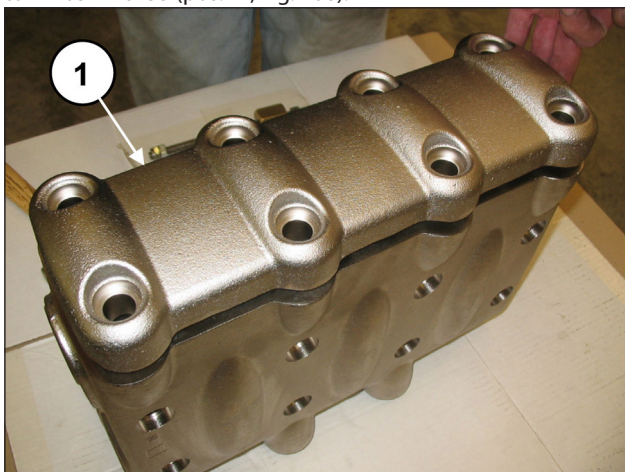
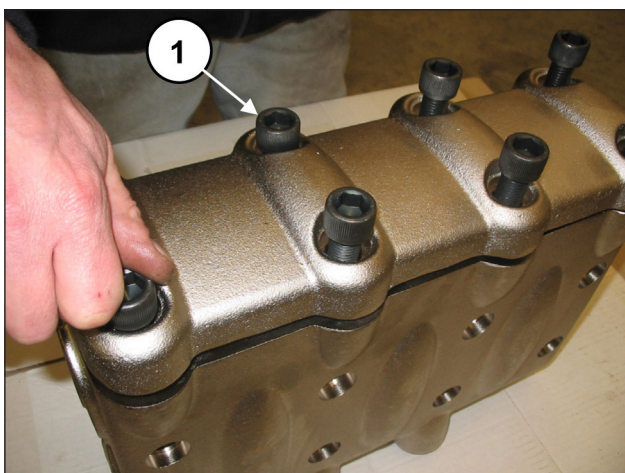

Fig. 105
Fig. 106
Al terminar de montar los grupos y el tapón de la válvula, aplicar la tapa de las válvulas (pos. ①, Fig. 105) y apretar los 8 tornillos M16x55 (pos. ①, Fig. 106).